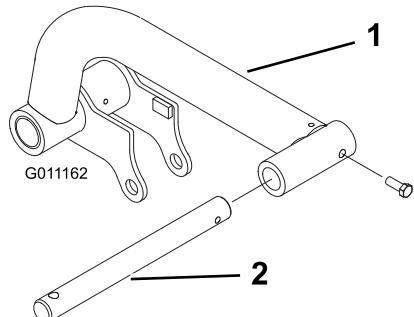

図 11
- 左右の昇降アームにそれぞれピボット・ロッドを差し込み、取り付け穴を整列させる(図11)。